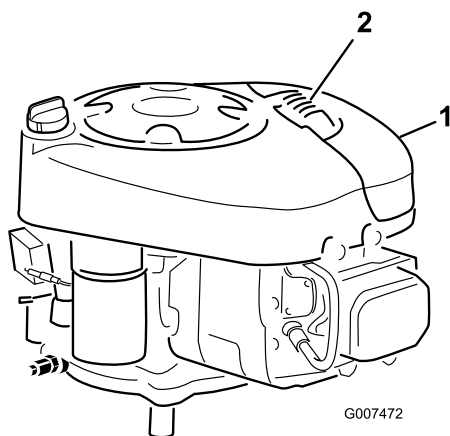

Figura 23
2. Pulite intorno al filtro dell'aria per evitare che la morchia possa penetrare nel motore provocando gravi danni (Figura 23).
3. Alzate il manico del coperchio del filtro dell'aria e giratelo verso il motore (Figura 23).